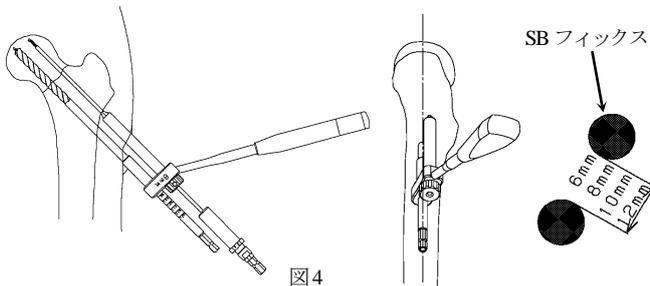

図4
- パラレルガイドにガイドピンスリーブを組み付け、遠位中空ドリルをガイドに近位ガイドピンを刺入します。近位のSB フィックスが軸斜像で頸部後方の皮質に支えられるよう刺入します。(図4) 3.2 ガイドピンアダプタを必ず使用して下さい。遠位ドリル後端との干渉を防止します。SB フィックスの間隔が 6mm, 8mm, 10mm 又は 12mm を選択できます。